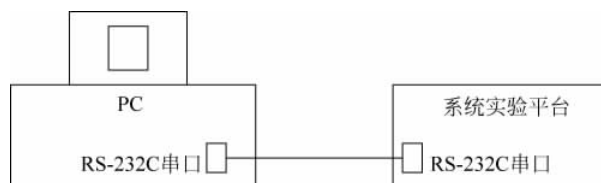

图 3.1 系统实验平台与 PC 相连
- (1) 在 PC 上编写源程序,编译、链接生成可执行文件。
- (2) PC 通过串行数据线下载可执行文件到实验台的存储器(RAM)上,如图 3.1 所示。
- (3) 在 PC 上发控制指令,实验台上 CPU 执行程序。